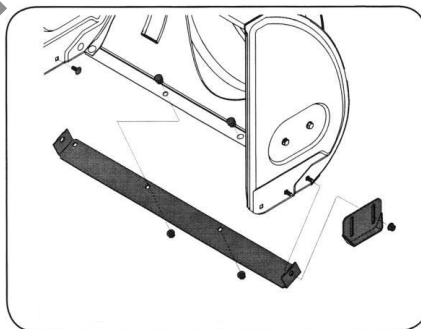

Рисунок 17
1. Удалите четыре болта и шестигранные гайки с фланцем, крепящие полозья к снегоуборщику (рис. 17).
2. Установите новые полозья, закрепив их с обеих сторон четырьмя крепёжными болтами (по два с каждой из сторон) и шестигранными гайками с фланцем (рис. 17).